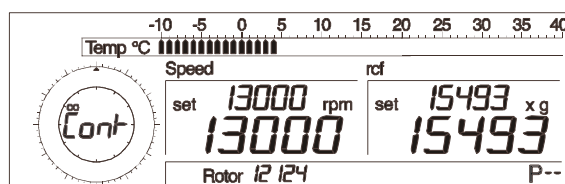

Abb. 5.13: Anzeige Dauerbetrieb
- von der Zeiteinstellung 11:59 im Uhrzeigersinn eine Einstellung weiter. Die Anzeige "cont" und das Symbol "∞" erscheint (siehe Abb. 5.13).